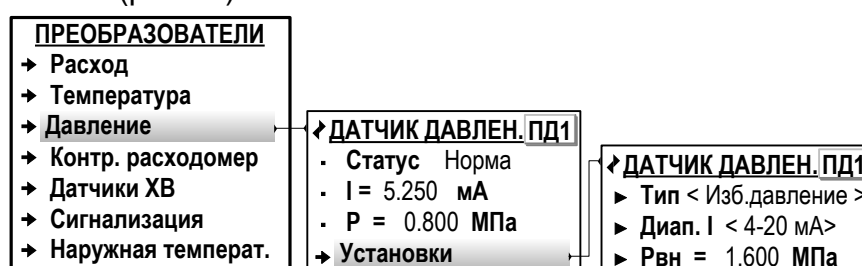

Рис.24. Вид меню настройки ПД (режим СЕРВИС).
7.5.4.2. Настройка параметров входов для подключения преобразователей давления выполняется в меню **Преобразователи / Давление / Установки** (рис.24).